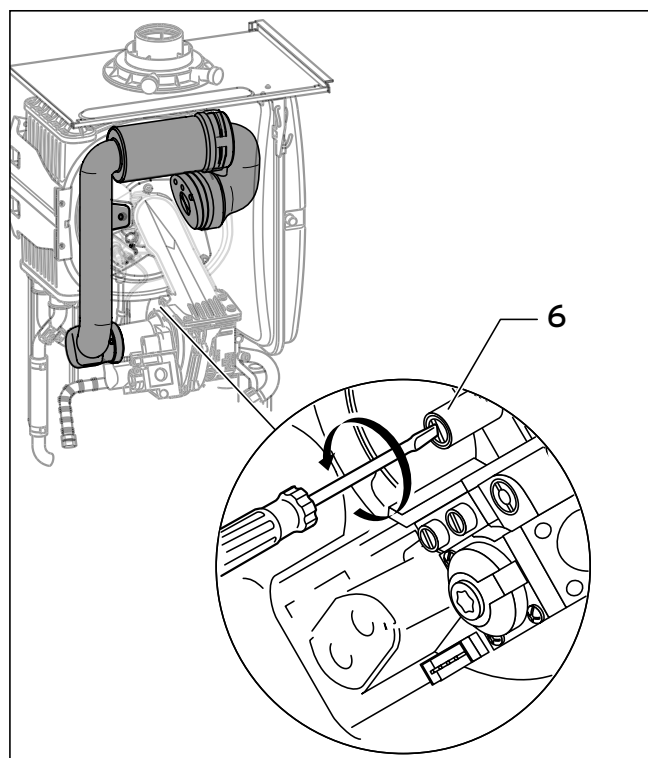

Abb. 3.3 CO₂-Messung vornehmen, Luftzahl-Einstellung (Gaseinstellung) durchführen
- Stellen Sie, falls erforderlich, den entsprechenden Abgaswert (Tab. 3.2) durch Drehen der Schraube (6) ein (s. Abb. 3.3).